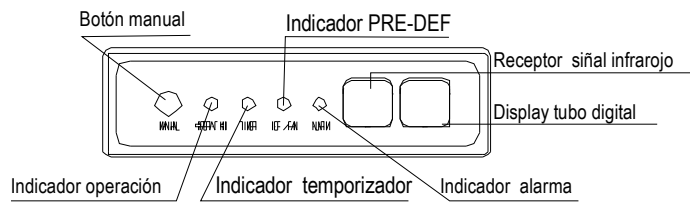

Fig.2-1
■ **Descripción de los indicadores en el display de la unidad interior (véase Fig. 2-1):**